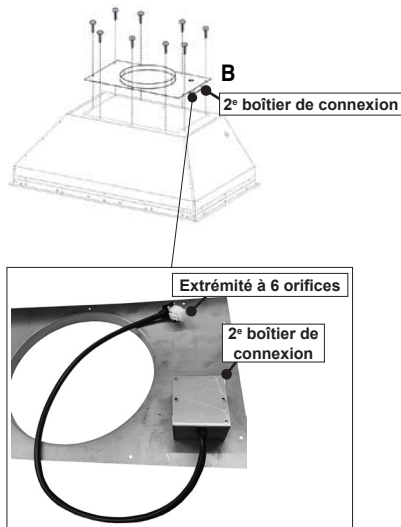

FIGURE 13
1. Installez sur le dessus de la hotte la plaque **B** avec le deuxième boîtier de connexion (Figure 13) fournie avec la trousse du ventilateur à distance. Utilisez les 9 vis fournies avec la trousse du ventilateur. Procédez à l'ouverture de l'orifice à défoncer sur le dessus de la plaque.
4. Faites passer le câble du ventilateur à distance dans l'orifice à défoncer de l'étape 1 (Figure 13, 16). Branchez ce câble du ventilateur à distance au 2e boîtier de connexion sur la surface inférieure de la plaque **B**.